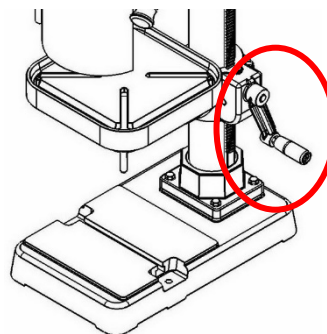

Abbildung 20
(2) Schwenken Sie dann den Tischgriff in die richtige Position. (**Abbildung 20**)